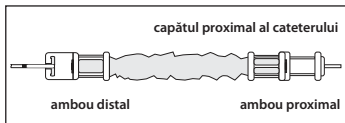

Figura 4
- 0 Introduceți vârful cateterului dorit prin capătul proximal al ecranului anticontaminare al cateterului. Avansați cateterul prin tubulatură și ambou la capătul celălalt (consultați Figura 4).